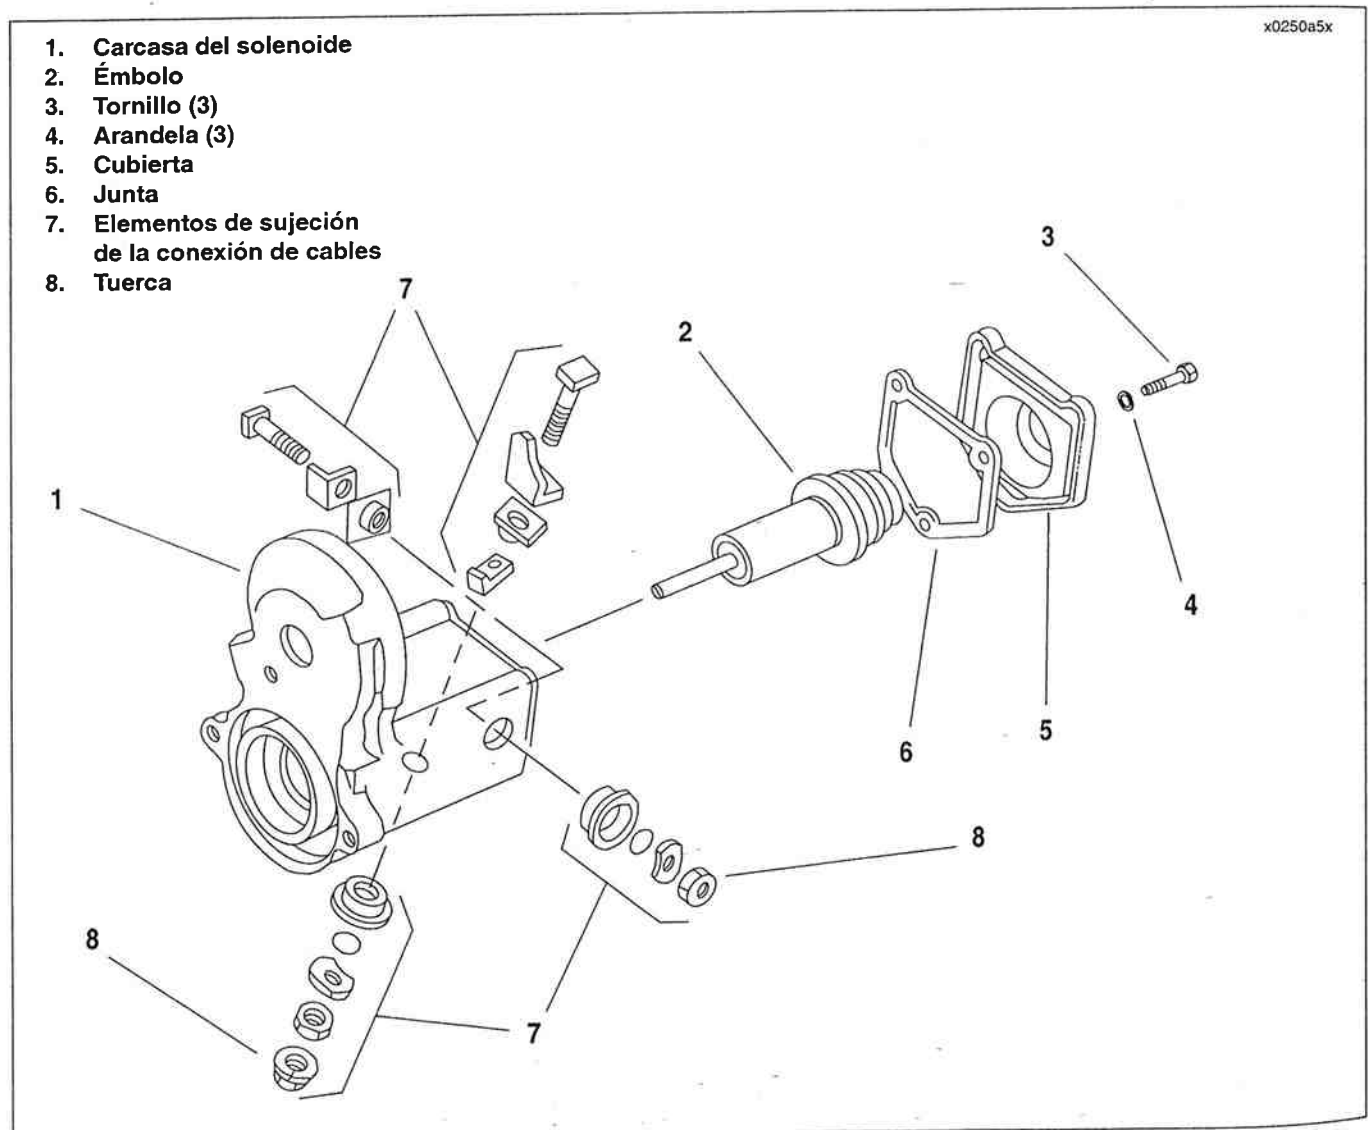

Figura 5-16. Solenoide del arranque
Vea la Figura 5-16. No apriete la tuerca (8) sin quitar los artículos del 2 al 6. Se moverá y destruirá el contacto.
Vea la Figura 5-16. El solenoide del arranque es un interruptor que está diseñado para abrir y cerrar electromagnéticamente el circuito del arranque. El interruptor se compone de contactos y un devanado alrededor de un cilindro hueco que contiene un émbolo móvil.
1. Vea la Figura 5-16. Retire los tres tornillos (3) y arandelas (4).
2. Quite la cubierta (5) y la junta (6). Deseche la junta.
3. Retire el émbolo (2) de la carcasa del solenoide (1).
1. Vea la Figura 5-16. Reemplace los elementos de sujeción de conexión de cables (7) según sea necesario.
2. Instale el émbolo (2) en la carcasa del solenoide (1).
3. Instale la junta **nueva** (6) sobre la cubierta (5).
4. Coloque la cubierta con la junta en la carcasa del solenoide. Instale los tres tornillos (3) y las arandelas (4).